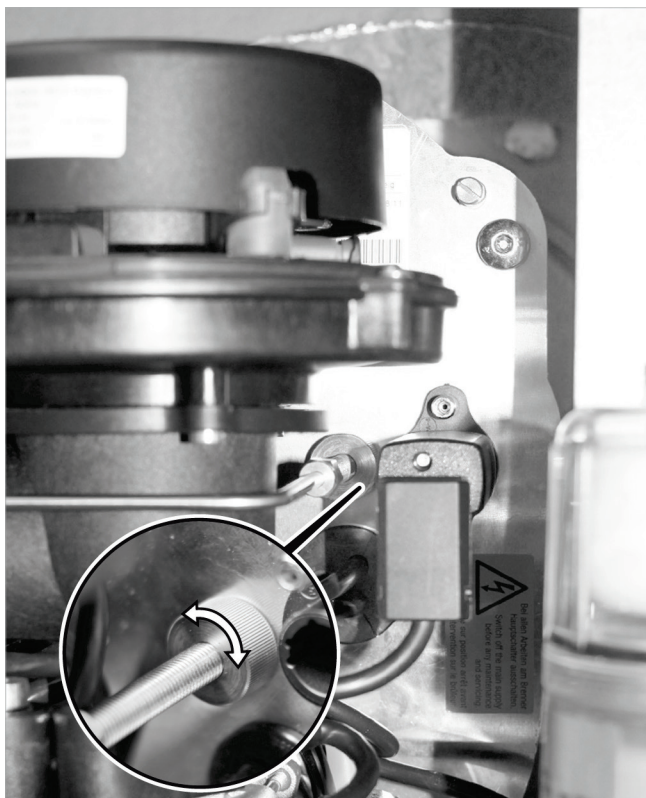

Fig. 151: Tuerca moleteada (conexión tubería de gasóleo/portatoberas)
4. Gire la tuerca moleteada del portatoberas (véase → fig. 151, pág.64) dando aprox. dos vueltas en sentido no horario (el portatoberas se moverá «hacia atrás»).
1. En la conexión de la tubería de gasóleo al portatoberas se encuentra una tuerca moleteada delante de la placa base del quemador (→ fig. 151). Con ella es posible desplazar todo el dispositivo de mezcla hacia delante o hacia atrás. La tuerca moleteada se puede desplazar hasta un punto determinado (tope del dispositivo de medición en el tubo de llamas). Ajuste la tuerca moleteada de modo que el dispositivo de mezcla esté en contacto con el tope.